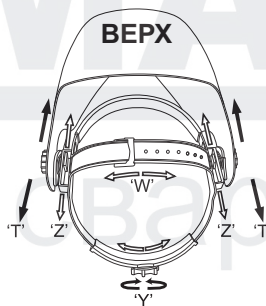

Рис.1
- Ослабьте зажимы по обе стороны от шлема и передвиньте его ближе или дальше от лица ("Z" на рис. 1). Важно, чтобы глаза были на одинаковом расстоянии от стекла, иначе затемнение может казаться разным. Закрепите зажимы после оеулировки.
- Отрегулируйте наклон маски (рис. 1).
- Объем охвата головы можно регулировать с помощью регулятора на затылке ("Y" на рис. 1), Это позволяет закрепить маску на голове и предотвратить ее падение во время работы.
- Если оголовье сидит на голове слишком высоко или слишком низко, отрегулируйте ремень, который проходит через макушку. Для этого ослабьте конец ремня, выдавив стопорный штифт из отверстия в ремне. Переместите две части ремня на большую или меньшую ширину, в зависимости от того, что требуется, и вставьте стопорный штифт в ближайшее отверстие (см. «W» на рис. 1).